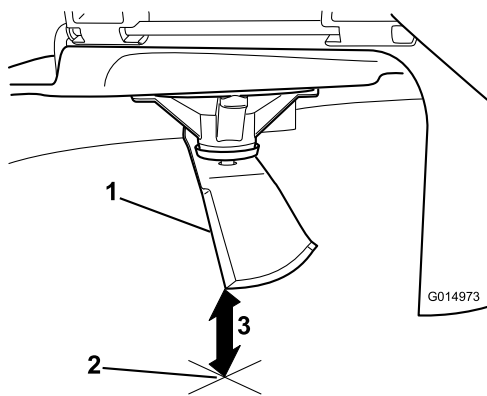

**Figura 87**
4. Gire la misma cuchilla 180 grados de manera que el otro extremo esté en la misma posición (**Figura 87**).